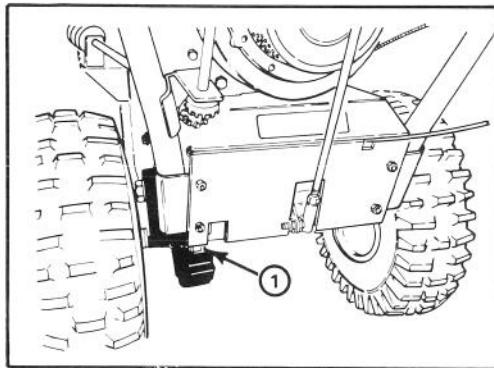

Abbildung 19
1. Die Antriebskette einmal jährlich mit Kettenshmierstoff schmieren (Abb. 19). Überflüssiges Öl aufwischen.